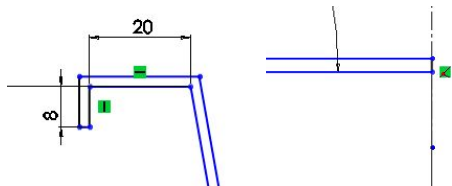

图 6-56 封闭图形
(8) 单击【草图】工具栏中的  【直线】按钮，将图形封闭起来，如图 6-56 所示。